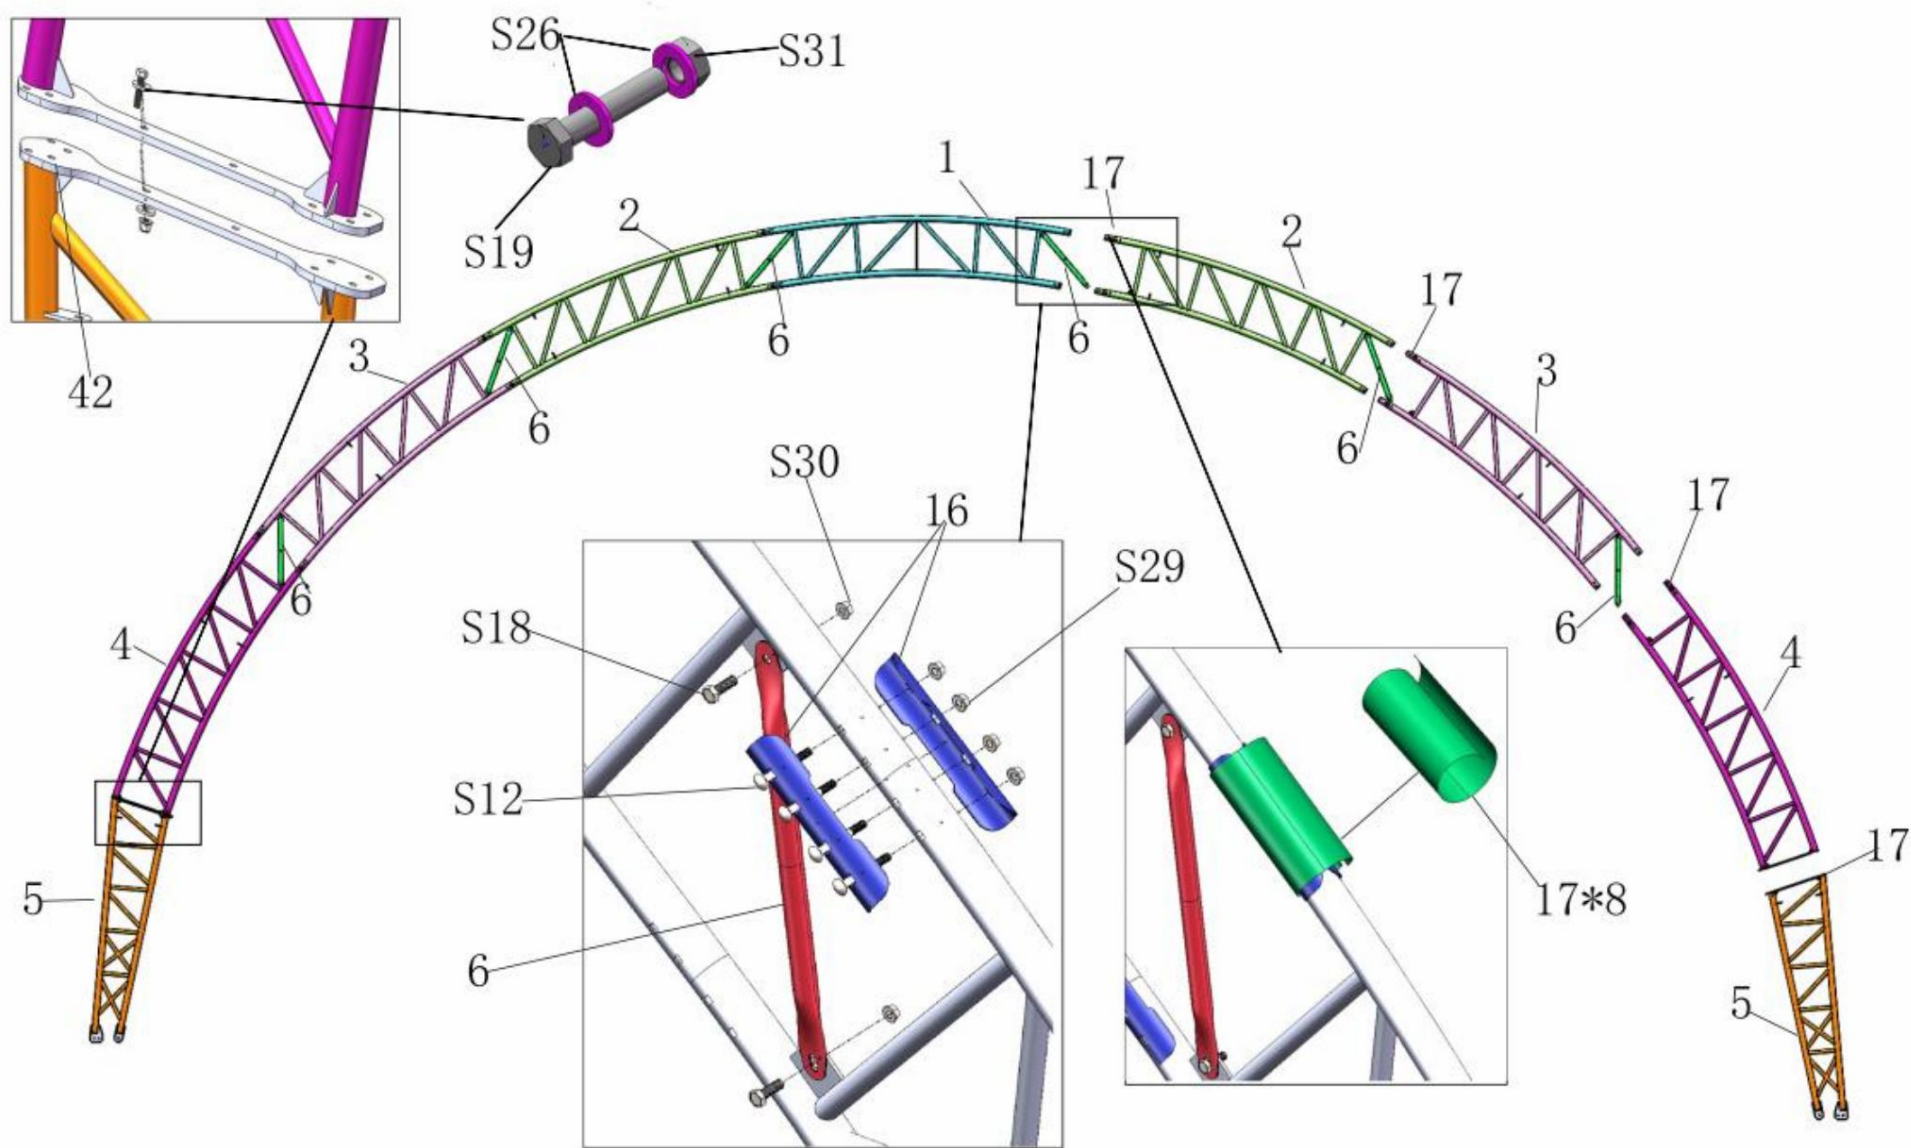

Figure 3
2. Comme le montre la figure 3, on trouve un tube supérieur de toit (n° 1), deux tubes incurvés supérieurs de toit (n° 2), deux tubes incurvés centraux de toit au niveau de l'épaulement (n° 3), deux
3. Comme le montre la figure 3, utilisez le tube de support entre l'arche (n° 6) pour connecter le tube de toit supérieur (n° 1) avec un boulon hexagonal 10*30 mm (n° S18).